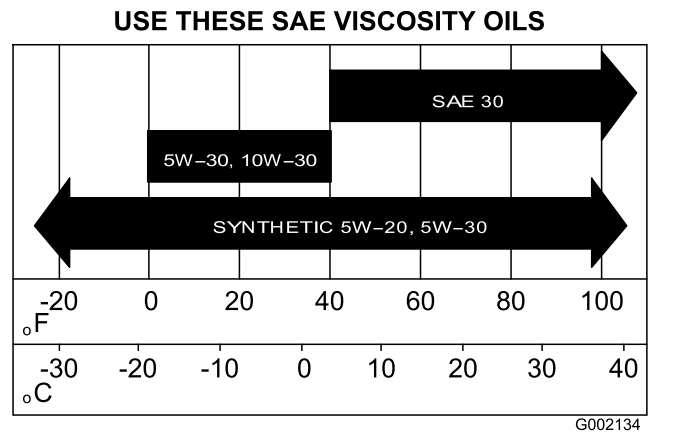

Bild 38
- Füllen Sie das Kurbelgehäuse mit dem Öl der angegebenen Sorte (**Bild 38**).